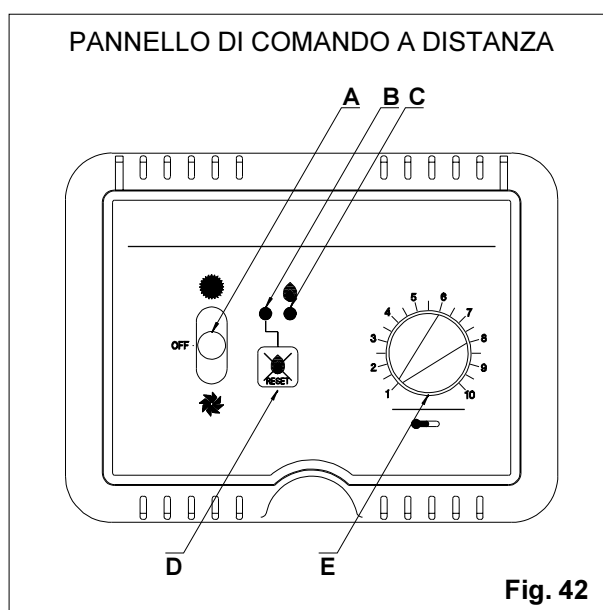

Fig. 42
*(I richiami alle funzioni del pannello di comando a distanza - fornito a richiesta - si riferiscono alla fig.42)*
Nel caso in cui il funzionamento del generatore è regolato dal pannello di comando a distanza (fig. 42), quando il locale ha raggiunto la temperatura desiderata, regolare il termostato ambiente ruotando lentamente (senso antiorario) la manopola di regolazione (E) fino allo spegnimento del bruciatore, segnalato dal led verde (C).